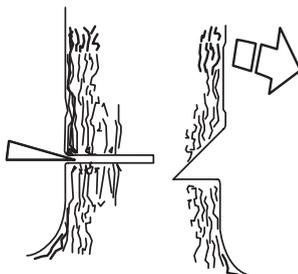

Рисунок 14 — Валочный пропил
- Валочный пропил (см. рис. 14) должен быть расположен примерно на 3–5 см выше нижнего подпила.